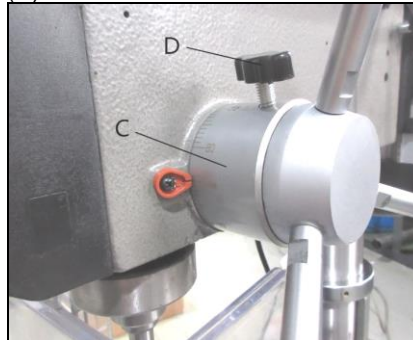

Fig 10
Tourner la bague de réglage (C, Fig.10) dans le sens inverse des aiguilles d'une montre, jusqu'à la butée et bloquer la vis moletée (D).